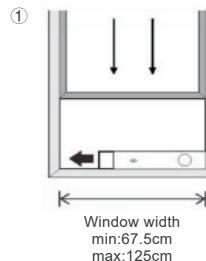
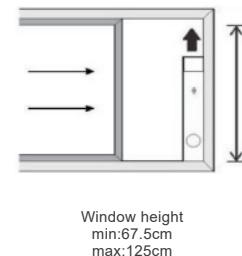

Fig. 6
Fig. 7
Die Installationsweise des Fenster-Schiebesystems erfolgt meist in „horizontaler“ oder „vertikaler“ Ausrichtung. Wie in Abb. 6 und Abb. 7 gezeigt, überprüfen Sie vor der Installation die Mindest- und Maximalgröße des Fensters.
- Installieren Sie das Fensterkit am Fenster (Abb. 6, Abb. 7);
The installation manner of window slider kit is mostly in "horizontal" or "vertical". As shown Fig.6 and Fig.7, check the min and max size of the window before the installation.
- Install the window kit on the window (Fig.6, Fig.7);
La méthode d'installation du système coulissant pour fenêtres se fait généralement en orientation « horizontale » ou « verticale ». Comme indiqué sur les Fig. 6 et Fig. 7, avant l'installation, vérifiez la taille minimale et maximale de la fenêtre.
- Installez le kit de fenêtre sur la fenêtre (Fig. 6, Fig. 7);
Il sistema di installazione del kit finestra può essere effettuato generalmente in direzione "orizzontale" o "verticale". Come mostrato nelle Fig. 6 e Fig. 7, prima di procedere con l'installazione, verificare le dimensioni minime e massime della finestra.
- Installare il kit finestra sulla finestra (Fig. 6, Fig. 7);